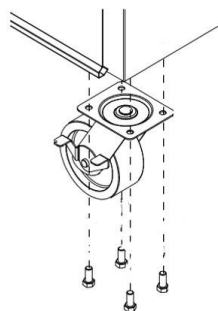

fig. 2
6. Fixez en place à l'aide des boulons (n° 8) fournis (fig. 2).
7. Placez les deux roulettes fixes (D) au-dessus des trous du côté sans poignée de l'armoire.
8. Fixez en place à l'aide des boulons (n° 8) fournis (fig. 2).